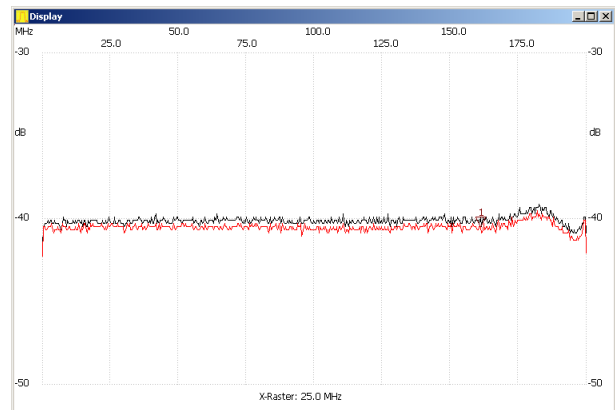

Abb. 5: Abgleich der Dämpfung mit NWT bis 200 MHz
- Ist keine weitere Verbesserung möglich, Display als Referenz für späteren Vergleich speichern. Beim Mustergerät sieht das Display nach dem Abgleich aus wie in Abb. 5. C1 mit einem Tropfen Kleber sichern.
Die schwarze Linie in Abb. 5 gehört zum 40-dB-Dämpfungsglied, die rote Linie gilt für die Baugruppe. Der Abstand zwischen den beiden Linien hat seine Ursache in geringfügig unterschiedlicher Dämpfung, er verändert sich über den gesamten Frequenzbereich so gut wie gar nicht. Der Abgleich ist völlig problemlos und im Nu erledigt.